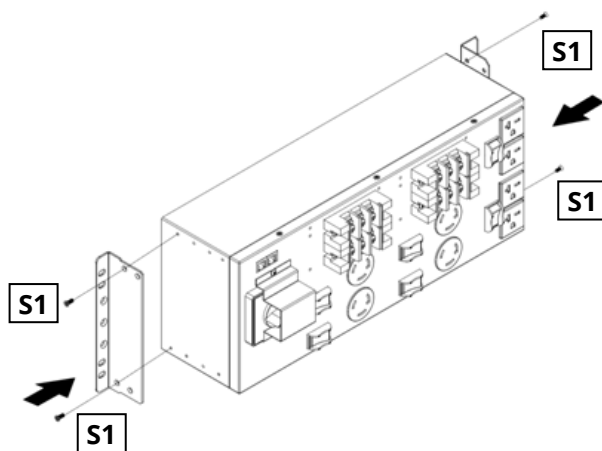

FIG. 4
1. Fixez les supports de montage à l'arrière du boîtier MTBS à l'aide des vis M3*6 mm fournies avec les supports. (FIG. 4)